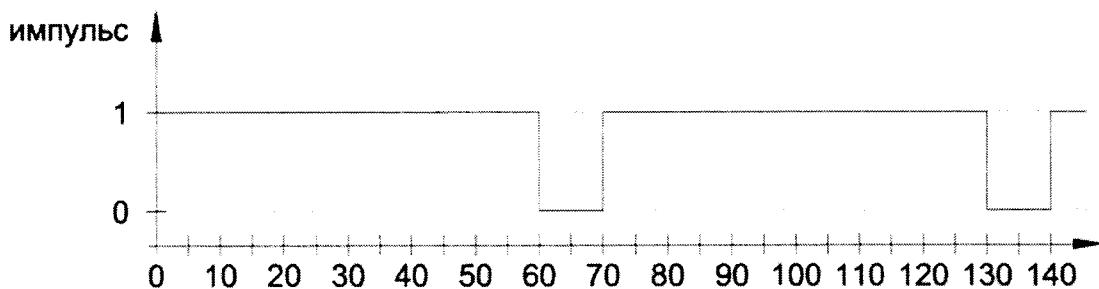

Рисунок 6
- на секундомере-таймере задают последовательность выдачи импульса в течение 60 с и паузы 10 с (Рисунок 6).